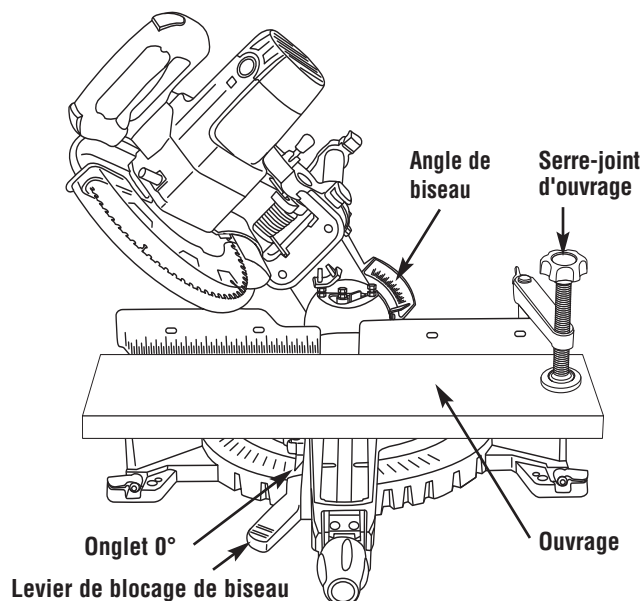

Figure 29. Coupe en biseau
1. Pour desserrer, soulevez le levier de blocage de biseau. Inclinez la tête à l'angle de biseau désiré. Serrez le levier de blocage de biseau (Figure 29).